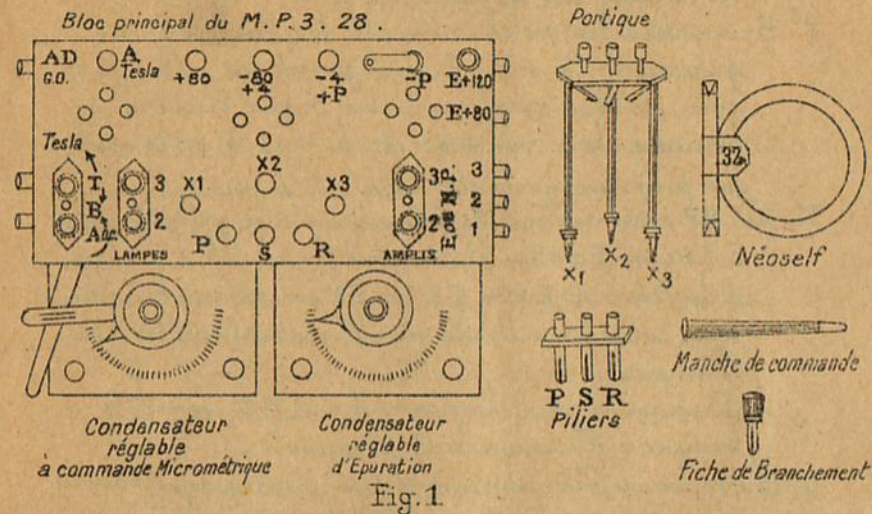

Fig. 1.
- 1° Placer la barrette à 3 piliers dans les 3 douilles P. S. R. (voir Figure 1) sur le devant du Microdion.